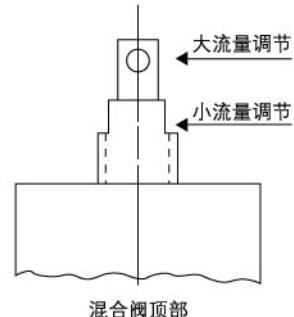

图 7-1
7. 首先找到位于控制阀顶部六角阀帽下的大流量调节杆(HFT)和小流量调节杆(LFT)，见图7-1。调节前为确保大流量混合阀处于全开位置，在热水器静水压情况下，向下按大流量调节杆。应能按下1/8"(3mm)的距离。如果大于1/8"时，把大流量调节杆逆时针转动，每转动一圈，检查一次，直到大流量调节杆按下行程达到规定值(1/8", 3mm)。
9. 监测旁通管路上出口温度计(见图3-1B)，把活扳手套在小流量调节杆的六方上(见图7-1)。
11. 将改锥或销轴插入大流量调节杆孔内(见图7-1)，顺时针转动调节杆关小混合阀，减少冷水混合量，使水温上升。继续转动，直到出口温度上升到所要求的设定值。